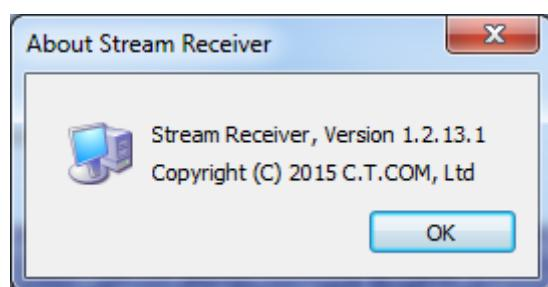

Рисунок 8.37 – Вид окна «About»
- г)  - «About»: вывод информации о программе (см. рисунок 8.37).